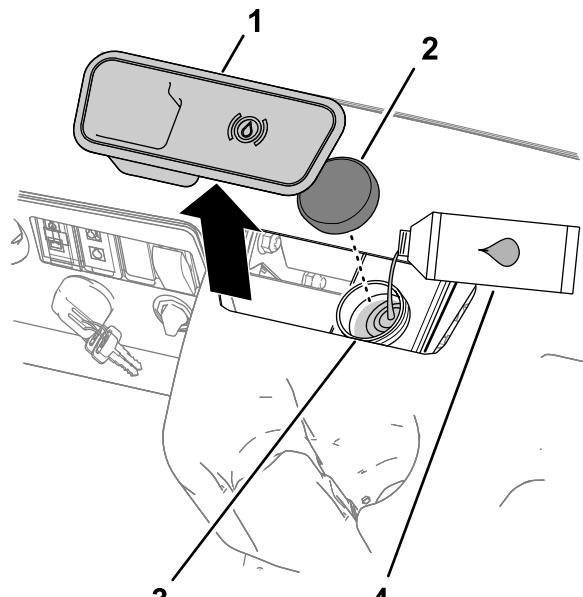

Рисунок 13
- Снимите резиновую заглушку в центре и в верхней части приборной панели, чтобы получить доступ к главному тормозному цилиндру и бачку (Рисунок 13).
- Очистите область вокруг крышки бачка и снимите крышку (Рисунок 13).
- C. Установите на место крышку бака (Рисунок 13).